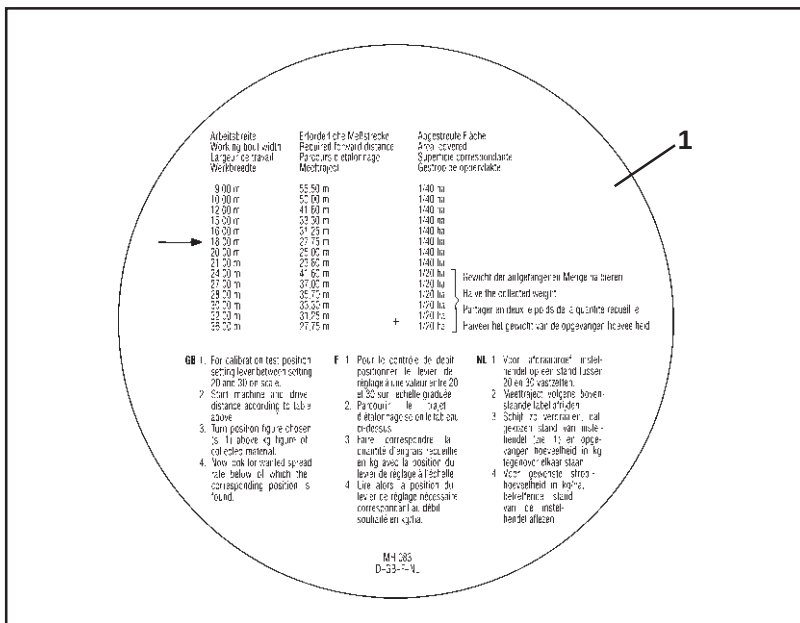

Fig. 7.10
- Se i tabellen (**Fig 7.10/1**) för den önskade arbetsbredden (**24 meter**) hur lång mätsträckan är (**41,6 meter**) för **1/20 ha**.